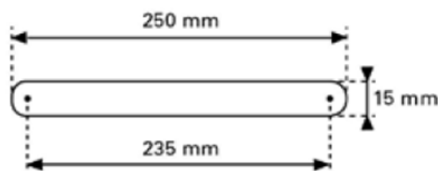

figure 1 : mortaise d'entrée d'air antérieure à 1999
- Si l'installation est antérieure à 1999, la réservation de l'entrée d'air est présentée en figure 1. Il convient de positionner la nouvelle entrée d'air avec les gabarits adéquats ;